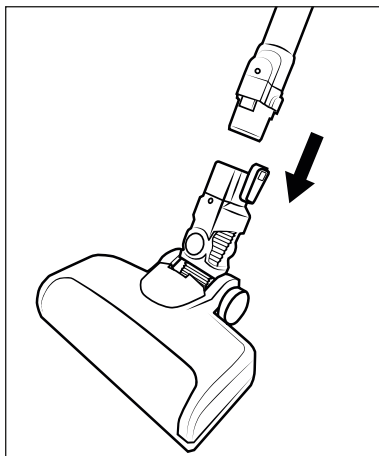

Abb. 2
- 2) Schieben Sie das Saugrohr 24 in die Bodenbürste 22, bis es hörbar mit einem Klickgeräusch einrastet (siehe Abb. 2).